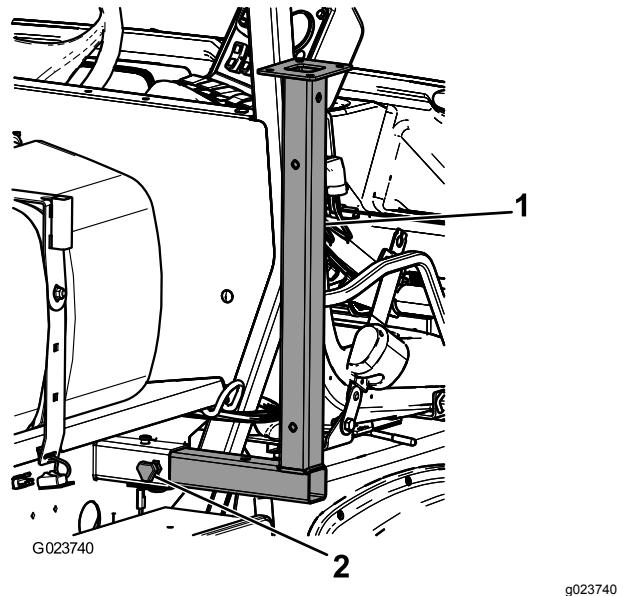

図 50
- 車両前部のロープ掛けポイントの近くのフレーム部に、前ジャッキスタンドを逆さにして差し込む図 50